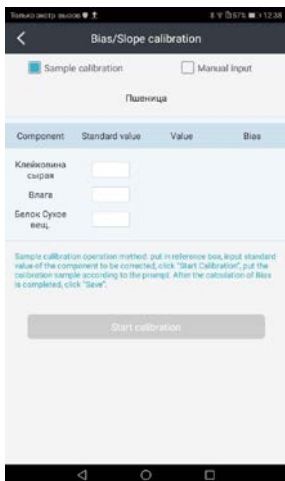

Рис. 7
2. Выберите “Bias / slope calibration” чтобы войти в интерфейс настройки смещения, как показано на рис. 7.